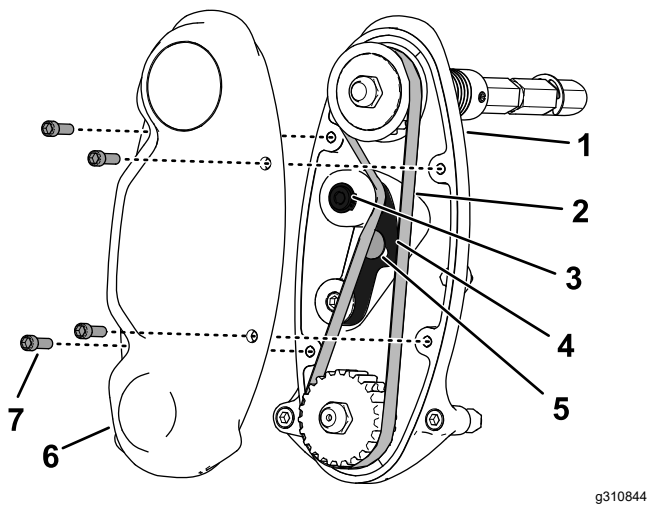

Bild 17
1. Entfernen Sie die Riemenabdeckung, um den Riemen freizulegen (**Bild 17**).
2. Lösen Sie die Schraube des Spannarms und drehen Sie den Spannarms (Bild 17), um die Spannung auf dem Riemen zu lösen.
3. Nehmen Sie den Riemen ab (Bild 17).
6. Bauen Sie den Riemen ein und spannen Sie den Riemen, indem Sie die Innensechskantschraube am Spannarms auf ein Drehmoment von 6 bis 7 N·m anziehen, wie in Bild 17 dargestellt.